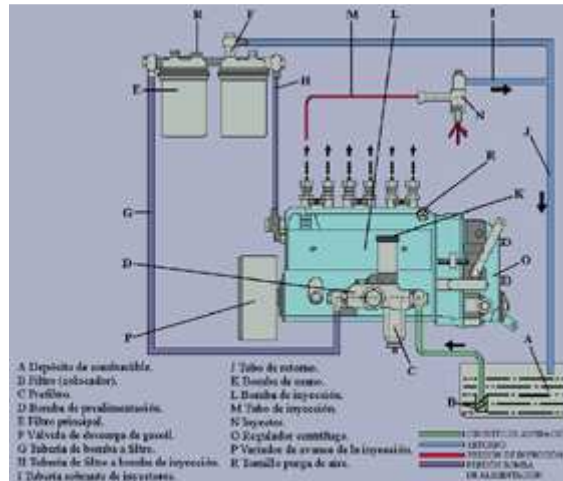

Fig. 8
• Circuito de baja presión (fig. 8)